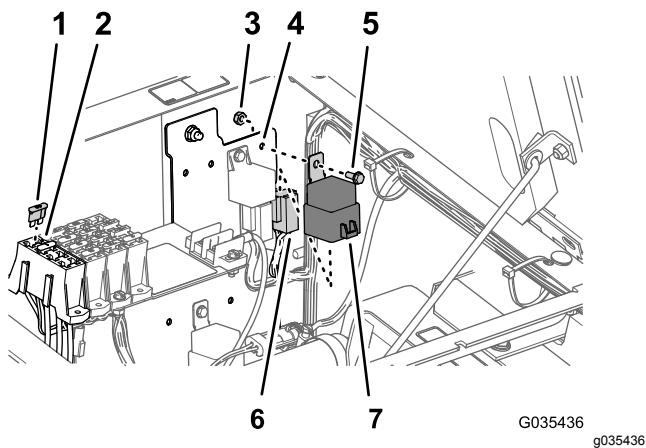

図 35
3. ヒューズブロックの空きスロットに、図 33、図 34 または図 35 のようにヒューズ40Aを取り付ける。
4. ラインの中に同じようなリレーが複数あるが、その中から、リンス用と電源用のリレーを探し出し、これらをパネルに取り付ける図 33、図 34 または図 35 フランジヘッドボルト#10-24 x 1/2 インチ2本とロックナット#10-242個を使用する。
5. メインハーネスの中から、4ソケットコネクタと5ソケットコネクタを探し出し、これらを、図 33、図 34 または図 35 のようにリレー4ピンと電源リレーピンに接続する。